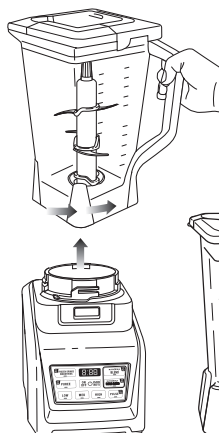

Fig. 9
- 12 Gire la jarra en sentido contra horario y sáquela de la base. (Fig. 9)